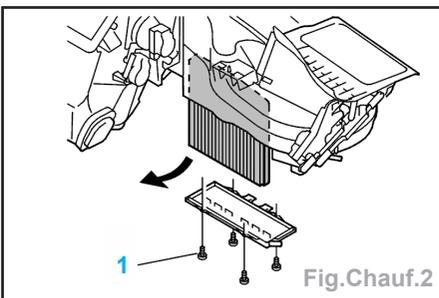

Fig.Chauf.2
- les vis du couvercle (1) (fig.Chauf.2),